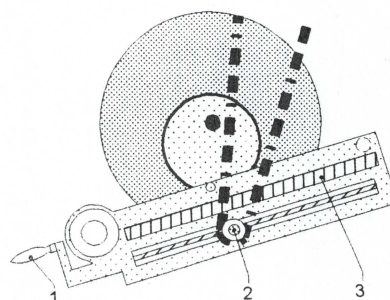

FIG.: 11.3
Mettre la machine manuellement dans sa position d'arrêt par la volant [1, FIG.: 9.2] et desserrer l'écrou de blocage [2, FIG.: 11.3]. Tourner dans un sens ou dans l'autre, le petit volant de réglage [3] jusqu'à obtenir la longueur de coupe désirée. La graduation (3) sur le levier permet de relever ce réglage.